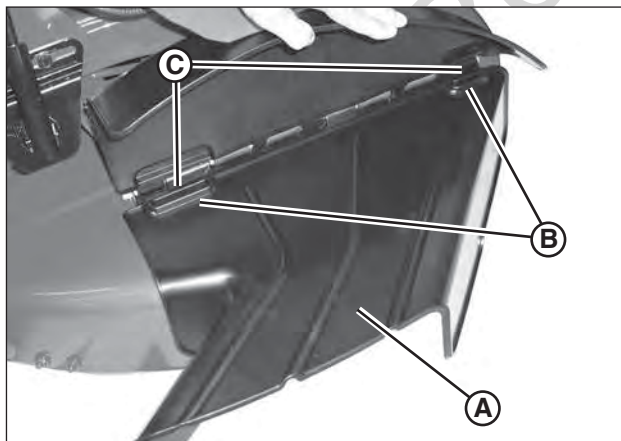

Figure 20: Installation du déflecteur d'éjection
3. Poser le déflecteur d'éjection (A, Figure 20) sur le plateau de coupe de la tondeuse en vous assurant que les fentes (B) du déflecteur viennent s'ajuster sur les pattes de verrouillage (C) sur le support de charnière du capot protecteur de déchetage.